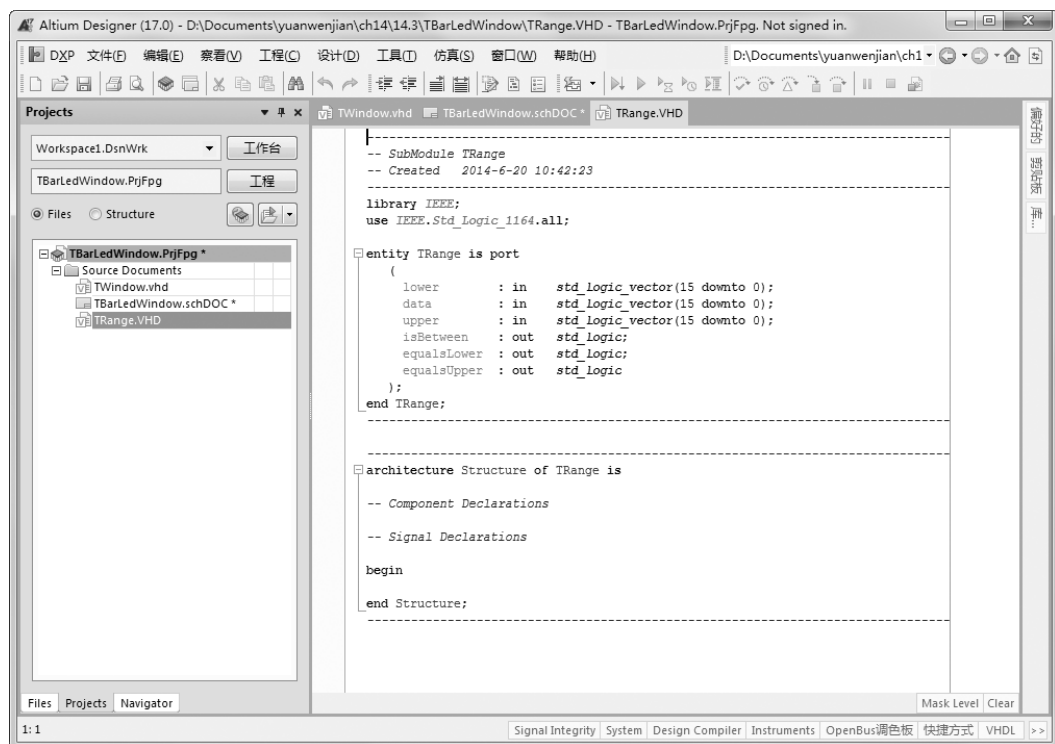

图 14-8 VHDL 文件 “TRange. VHD”
(1) 选择菜单栏中的“文件”→“新建”→“Embedded”（其他）→“VHDL 文件”（VHDL 设计文件）命令，在“Projects”（工程）面板的“TBarLedWindow. PRJFPG”项目中出现一个 VHDL 设计文件，默认名为 VHDL1. Vhd。
(2) 选择菜单栏中的“文件”→“保存”命令，保存并更名此文件为“TRange. VHD”。在创建了 VHDL 文件的同时，系统进入到 VHDL 设计环境中。
(3) 在 VHDL 设计窗口中输入 VHDL 语言，如图 14-8 所示。